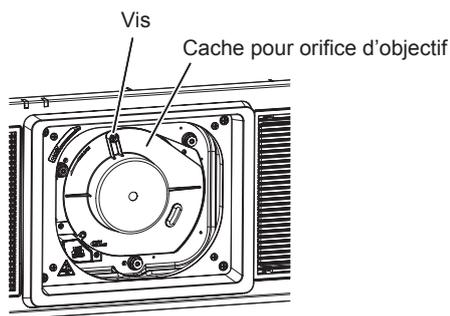

Fig. 1
- 1) **Desserrez la vis de fixation du cache pour orifice d'objectif. (Fig. 1)**